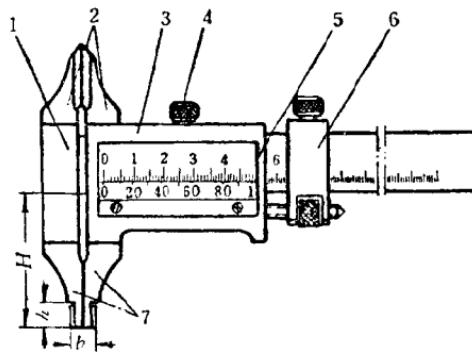
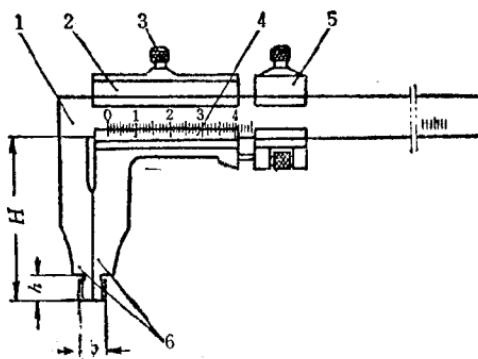

图 5 测量范围为 0~200 和 0~300 毫米的游标卡尺
图 6 测量范围为 0~200 和 0~300 毫米的游标卡尺型式之二：
2. 测量范围为 0~200 和 0~300 毫米的游标卡尺，可制成为一面有内外量爪和另一面有划线量爪的游标卡尺（图 5）。
3. 测量范围为 0~200 和 0~300 毫米的游标卡尺，也可以做成只在一面有内外量爪的游标卡尺（图 6），而测量上限大于 300 毫米的游标卡尺只制成这种一面有内外量爪的型式。
图 5 和图 6 两种卡尺的內測用量爪的測量面是一个圓柱面，而不是小平面。根据 GL 12-62 的規定：測量上限大于 125 毫米的游标卡尺，內量爪的測量面应具有半徑不大于內量爪总厚度一半的圓柱形測量面。例如，这两种游标卡尺的內測量爪合攏时，总厚度一般为 10 毫米，所以倒圓半徑 r 应小于 5 毫米，內量爪的总厚度 b 应刻在量爪的側面上。同时，这个厚度也决定了游标卡尺所能測量出的最小內徑尺寸。在测量工件內徑时，游标卡尺的讀数必须加上量爪的总厚度，才能得到真正的內徑尺寸。
第三步 利用游标尺决定游标尺 0 線和它左边最近的主尺刻線間的距离（小于 1 毫米）；也就是要找出游标尺上第几条刻線同主尺刻線相对齐，然后再乘以游标讀數（即 0.1 毫米）。在图 6 中，游标尺的第五刻線与主尺刻線剛好对齐，所以讀数为 $5 \times 0.1 = 0.5$ 毫米。